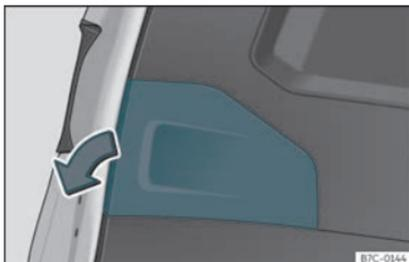

Fig. 51 Hayon arrière ouvert : retirer le cache.
- Retirez le cache du hayon dans le sens de la flèche»» fig. 51 .